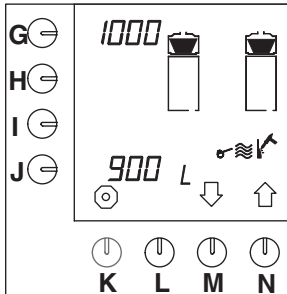

Fig. 26 Tellefunksjonen for rensing, kaffetraktesystemet
- Tellefunksjonen for rensing vises på displayet (fig.26).
- På displayet (fig.26) ved siden av programmeringstasten (G.) vises et tall som angir etter hvor mange liter kaffe det er nødvendig med avflaking.